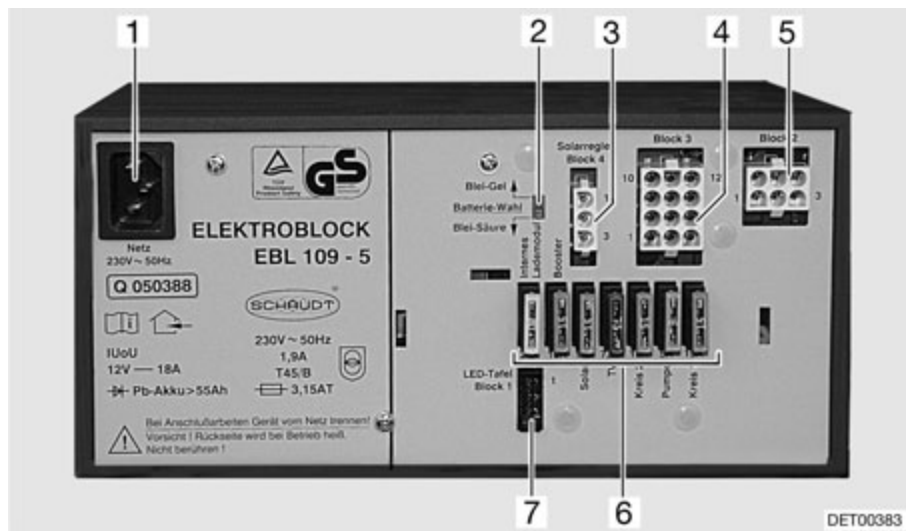

Fig. 82 Bloc électrique EBL 109
- Tirer la prise de réseau (Fig. 82,6) du bloc électrique.
Selon les modèles, le bloc électrique (Fig. 82) est monté dans le coffre du siège ou dans le coffre de banquette.
- ▶ Ne pas modifier la configuration d'usine du sélecteur de type de batterie (Fig. 82,2) ("Plomb-gel").